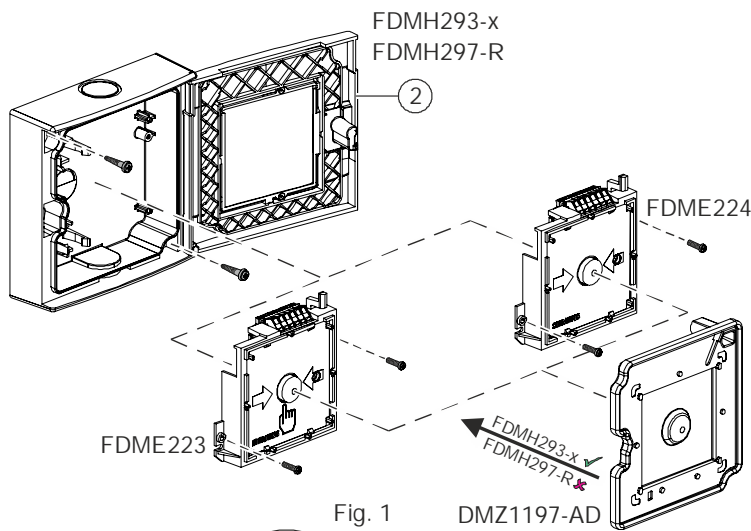

Fig. 1
A protective cover can be supplied as an accessory. For protection category IP64, a seal and a metal cable gland can be supplied for the housing FDMH293-x (see Fig. 1).
1. With the door (2) open, lay the seal on the installed switching unit (see Fig. 1).
Als Zubehör ist ein Schutzdeckel lieferbar. Für die Schutzart IP64 ist zum Gehäuse FDMH293-x eine Dichtung sowie eine Metall-Kabelverschraubung lieferbar (siehe Fig. 1).
1. Legen Sie bei geöffneter Tür (2) die Dichtung auf den montierten Schaltungseinsatz (siehe Fig. 1).